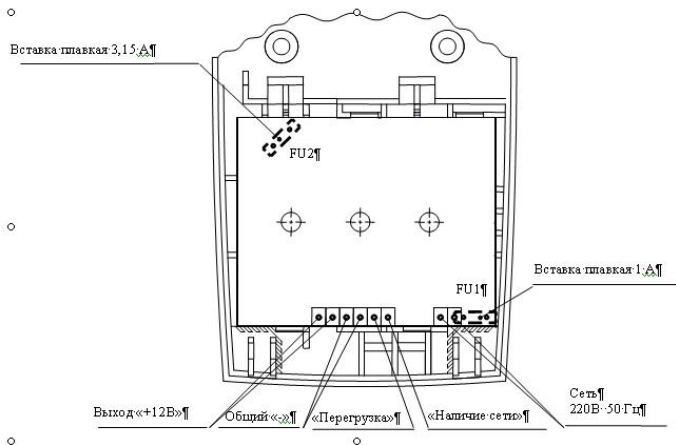

Рисунок 3. Обозначение клемм и места установки вставок плавких (исп. 00)
6.4 Подключение соединений производить в следующей последовательности (см. рисунок 3, 4):